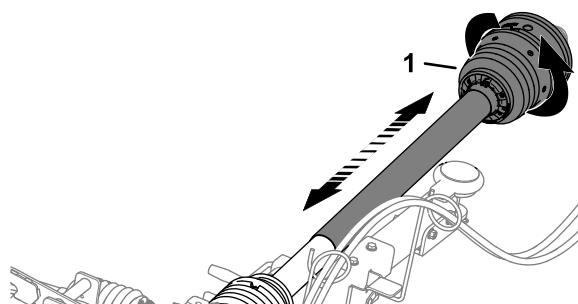

Figura 16
2. Gire la mitad delantera del protector del árbol de la TDF un giro completo (Figura 16).
3. Mueva la mitad delantera del protector del árbol de la TDF hacia dentro y hacia fuera para garantizar que se pliega libremente (Figura 16).